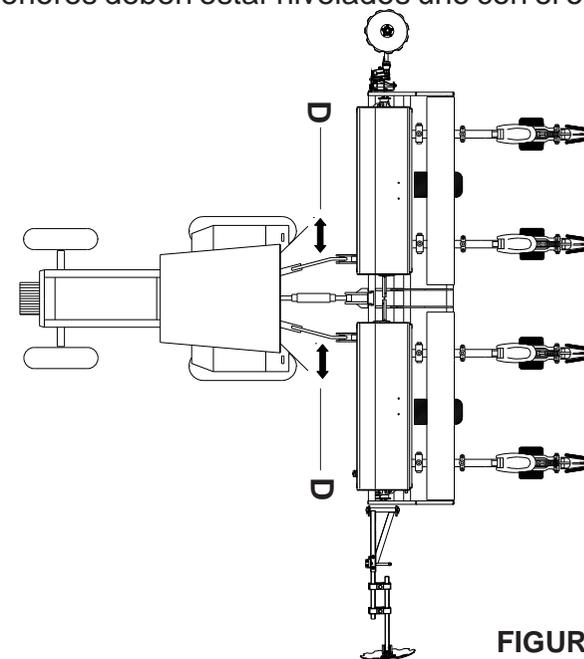

FIGURA 03
- CENTRALIZACIÓN DE LA SEMBRADORA (FIGURA 03)